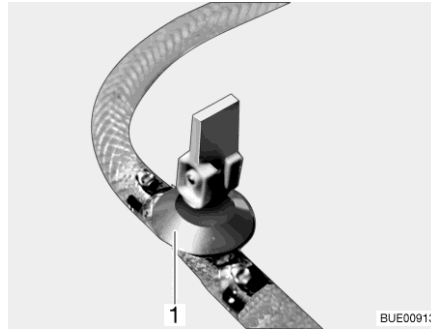
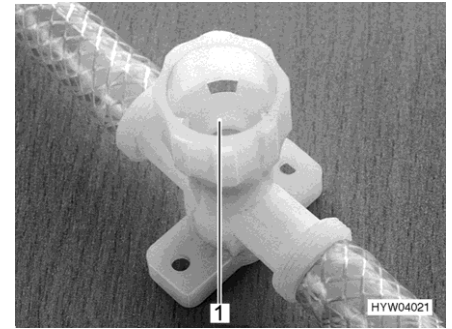

Fig. 179 Robinet de vidange (avec levier à bascule)
Fig. 180 Robinet de vidange (avec capuchon tournant)
- Ouvrir tous les robinets de vidange. Placer pour ce faire le levier à bascule (Fig. 179,1) à la verticale ou faire tourner le capuchon du robinet de vidange (Fig. 180,1) dans le sens inverse des aiguilles d'une montre.